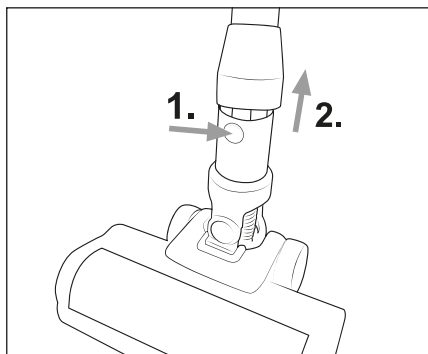

Fig. 9
- ◆ Para remover a escova para chão ❷ do tubo de aspiração ❸, mantenha o botão de desbloqueio da escova para chão ❹ pressionado e puxe o tubo de aspiração ❸ da escova para chão ❷ (ver fig. 9).